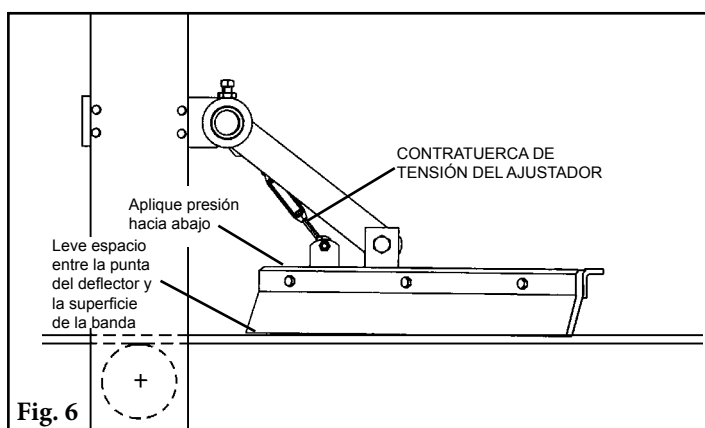

Fig. 6
PASO 6. Coloque el deflector en V a la banda. Mientras aplica presión hacia abajo a la punta del deflector, gire el ajustador para que la punta apenas se empiece a levantar de la superficie de la banda (aproximadamente 2-5 mm). Apriete la contratuerca del ajustador (Fig. 6).